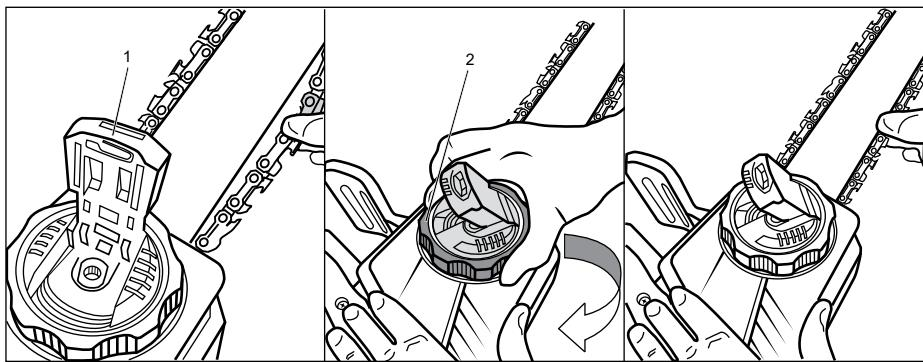

Рис. 7
Для натяжения цепи (рис. 7):
- После регулировки цепи закрутите прижимную ручку 1 (рис. 7) по часовой стрелке. Убедитесь в надежности соединения.
- открутите крышку масляного бачка 1 и слейте через маслозаливную горловину 2 цепное масло (рис. 7а);
Рис. 7а